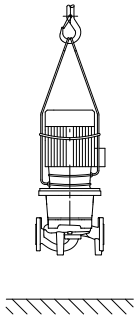

Fig. 34 : Transport de la pompe
- Les œillets de transport servent ici de guidage lors de la suspension de la charge (fig. 34).